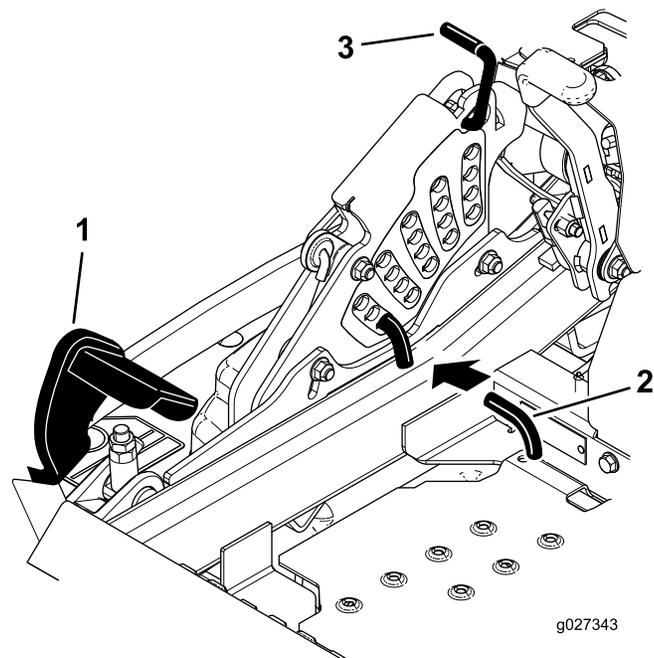

Bild 93
5. Treten Sie das Mähwerkhubpedal ganz durch, damit das Mähwerk in der 14-cm-Transportstellung einrastet (Bild 93).